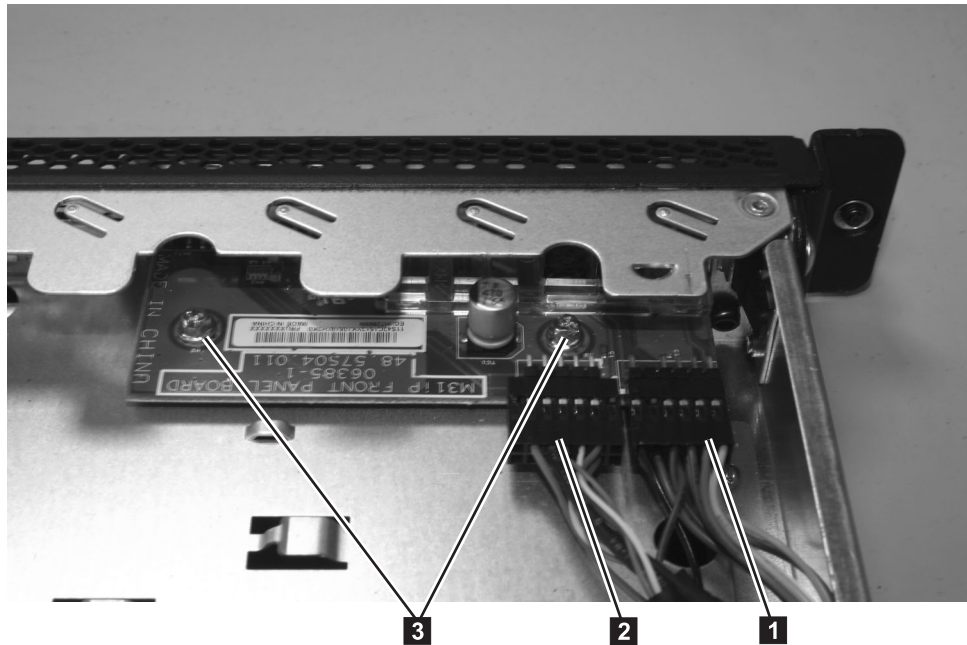

図 160. SAN ボリューム・コントローラー 2145-8A4 オペレーター情報パネル
1. 194 ページの図 160 に示すように、ライト・パネル・ケーブル **1** および前面 USB ケーブル **2** を オペレーター情報パネル・ボードに接続します。